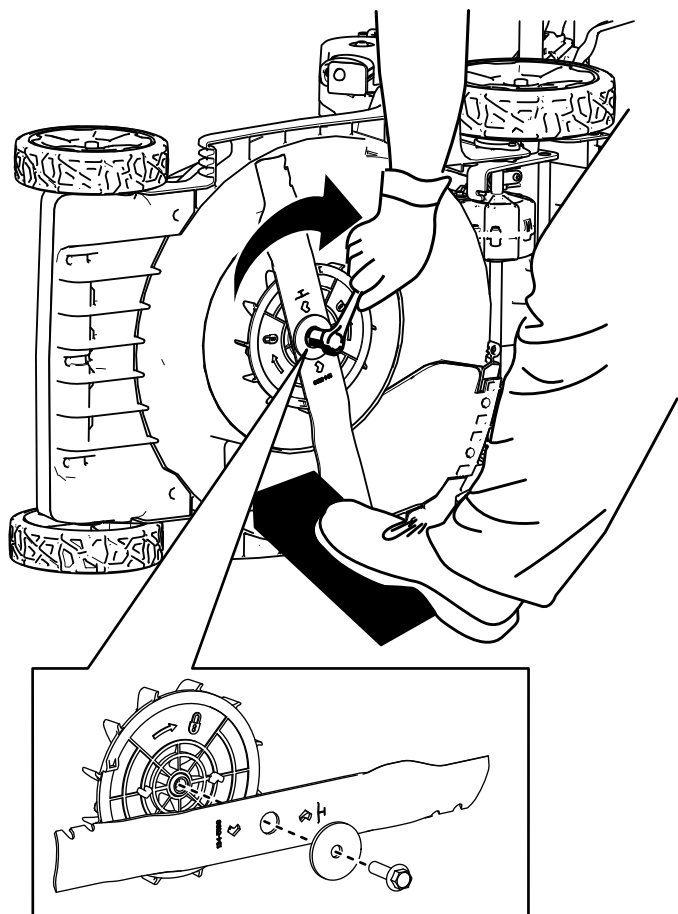

Figura 25
4. Montate la nuova lama, la rondella e il bullone della lama (Figura 25).